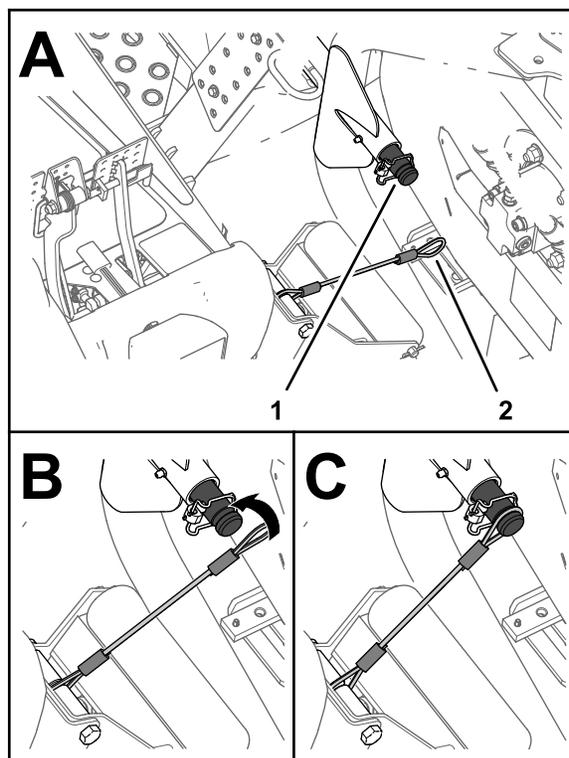

Рисунок 66
5. Совместите строп с несущим валом подъемного рычага переднего наружного режущего блока (Рисунок 66).
6. Наденьте петлю стропа на несущий вал до полной посадки петли в канавку вала (Рисунок 66).